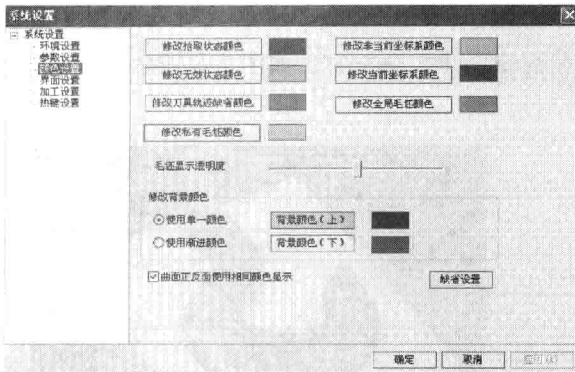
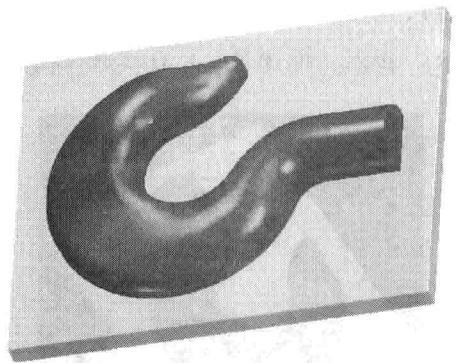

图 1-11 “系统设置”对话框
图 1-12 变背景为白色
(3) 单击主菜单“设置”→“系统设置”, 弹出“系统设置”对话框, 在“系统设置”特征树中选择“颜色设置”, 在“修改背景颜色”项目中点选“使用单一颜色”, 如图 1-11 所示, 单击“背景颜色(上)”按钮, 弹出“颜色管理”对话框, 选择白色, 确定, 结果如图 1-12 所示。